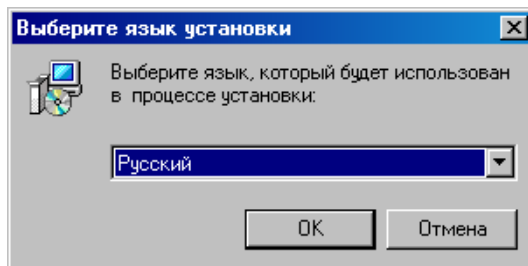

Рис.13. Выбор языка установки программы
– После запуска программы Setup на экране монитора появится диалоговое окно с предложением выбрать язык установки Русский/English (Рис.13).